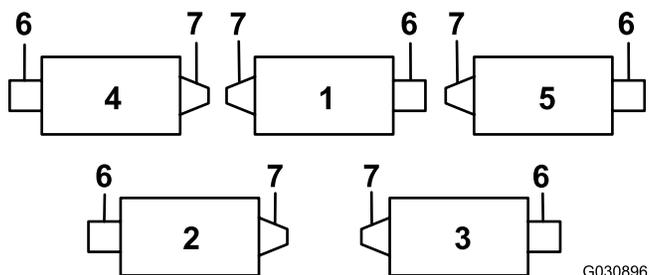
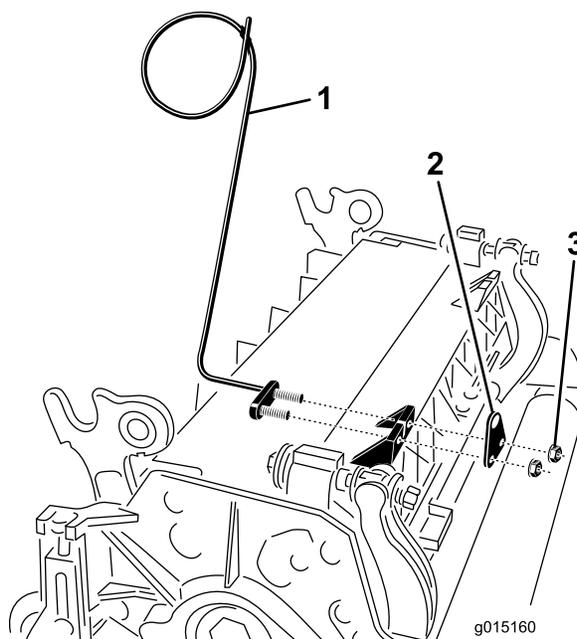
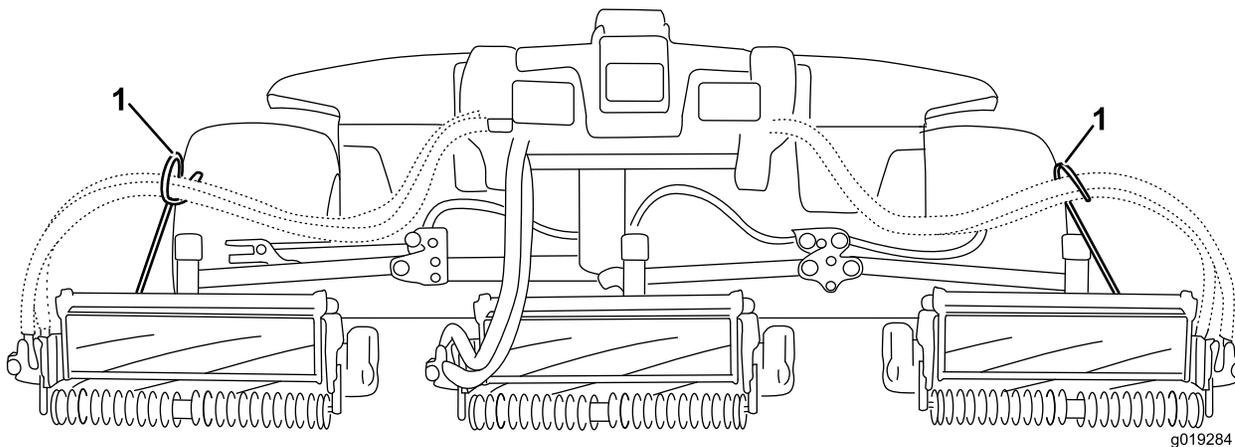

图6
图7
图8
**重要事项：** 在 4 号滚刀组（左前）和 5 号滚刀组（右前）上，用杆支架安装螺母将软管导向架安装到滚刀组凸耳的前面（图6 和 图7）。调整软管导向架的位置，使其偏向于中心滚刀组（图7 和 图8）。